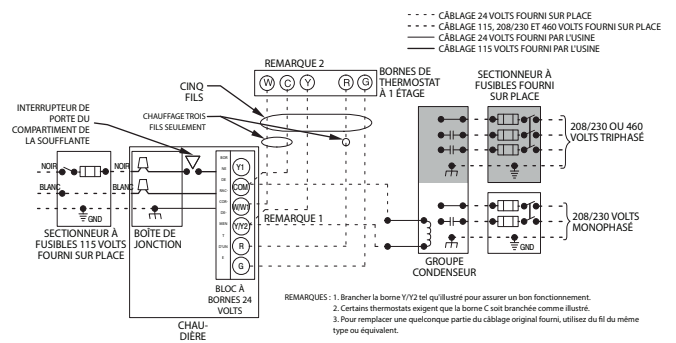

Fig. 33 – Schéma du câblage type fourni sur place
Consultez la Fig. 33 pour le schéma de câblage illustrant un câblage type de 115 V. Vérifiez que toutes les connexions électriques faites en usine ou sur place sont bien serrées.
- Branchez l'alimentation électrique et les fils neutres aux fils d'alimentation électrique de la chaudière, comme illustré à la Fig. 33.
- Branchez les fils neutres et les fils électriques aux fils d'alimentation électrique de la chaudière, tel qu'illustré à la Fig. 33.